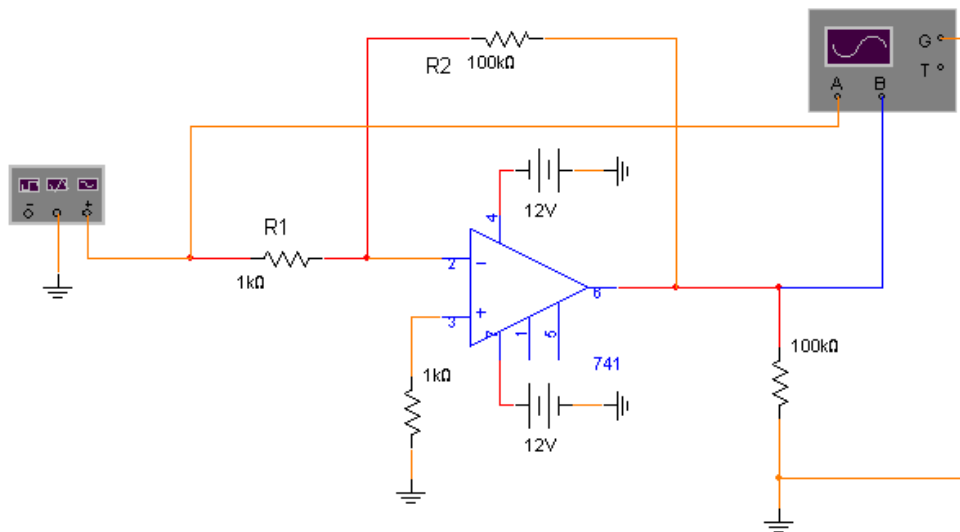

Рис. 13.5
Коэффициент усиления инвертирующего усилителя на ОУ с обратной связью (рис. 13.5) определяется по формуле
Откройте файл `s12_006` со схемой, изображенной на рис. 13.5. Рассчитайте коэффициент усиления напряжения  $K_U$  усилителя по значениям параметров компонентов схемы. Включите схему. Измерьте амплитуды входного  $U_{ВХ}$  и выходного  $U_{ВЫХ}$  синусоидального напряжения, постоянную составляющую выходного напряжения  $U_{0ВЫХ}$  и разность фаз между входным и выходным напряжением. По результатам измерений вычислите коэффициент усиления по напряжению  $K_U$  усилителя. Результаты занесите в табл. 13.4.
5. Как измерить разность фаз между входным и выходным напряжением в схеме на рис. 13.5.
7. Какие параметры схемы на рис. 13.5 влияют на ее коэффициент усиления?
8. Как влияет коэффициент усиления схемы рис. 13.5 на постоянную составляющую выходного напряжения?